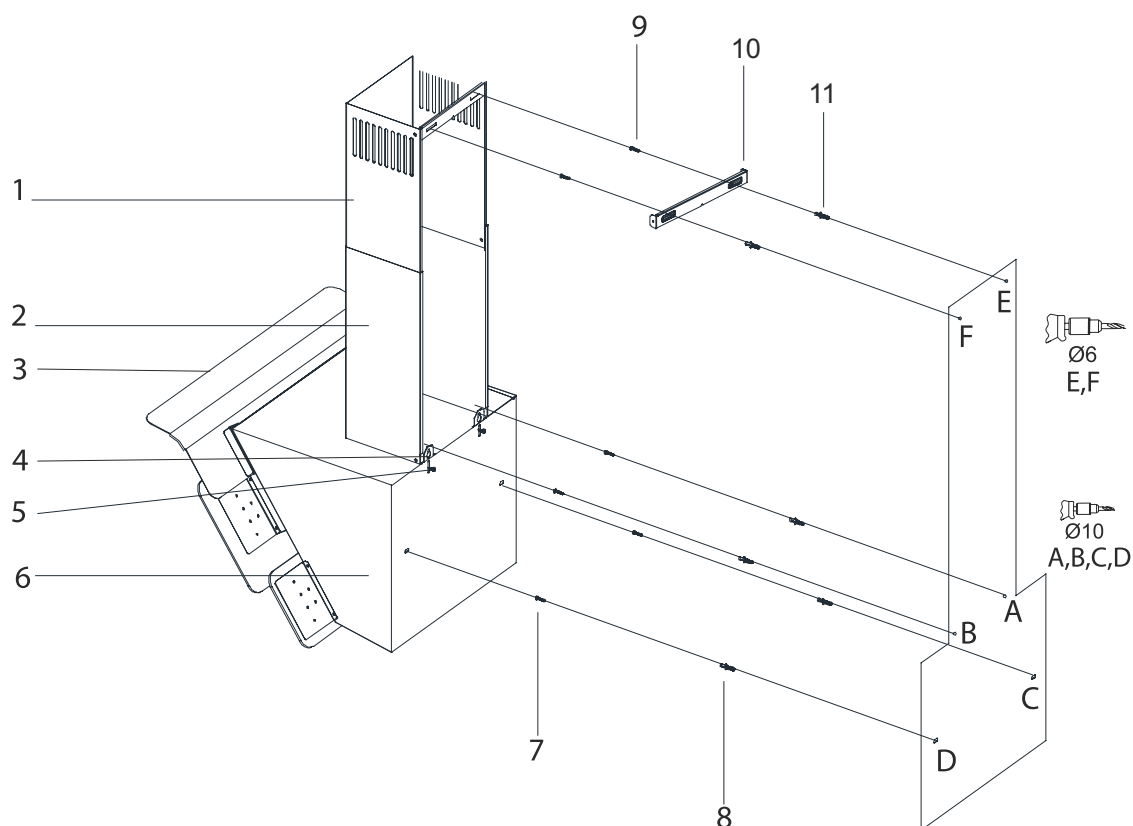

Fig. 7
1. ➤ Løsn skruen (4) til ophængningsbeslaget (5) og træk ophængningsbelsaget (5) op. Stram derefter skruen for at fastgøre beslaget (Fig. 7).
2. ➤ Montere emhætten ved brug af monteringsskabelon. Hold monteringsskabelonen op ad vægen og tag de anbefalede installations højder i betragtning. Bor huller i punkterne A, B, C & D (Fig. 7).
3. ➤ Placer Ø 10 mm rawlplugs (8) i borede A, B, C og D punkter, og skru skruerne til A + B-punkter med 5 mm mellemrum mellem skruetop og væggen (Fig. 7).
1. ➡ Vægbeslaget til skorstenen (10) holdes hen mod væggen der hvor den skal placeres. Herefter markeres punkterne E & F (Fig. 7).
2. ➡ Bor punkter E og F med Ø 6 mm bor, og sæt Ø 6 mm rawl-plugs. Monter vægbeslaget til skorstenen med 3,9x22 skruer (Fig. 7).